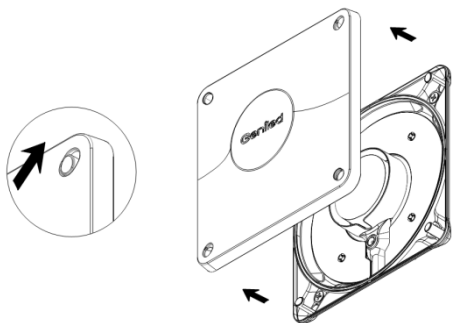

Рисунок 4 – Снятие рассеивателя.
- 5.4.1. Снимите переднюю крышку (рассеиватель) светильника Geniled Public, для этого нажмите и аккуратно отведите в сторону четыре крепления рассеивателя (Рисунок 4).